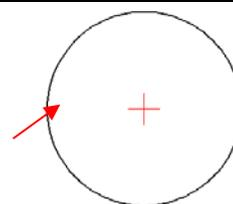

Рис. 5.14
– указать мышью линию окружности. После этого система нанесет метку центра (рис. 5.14).